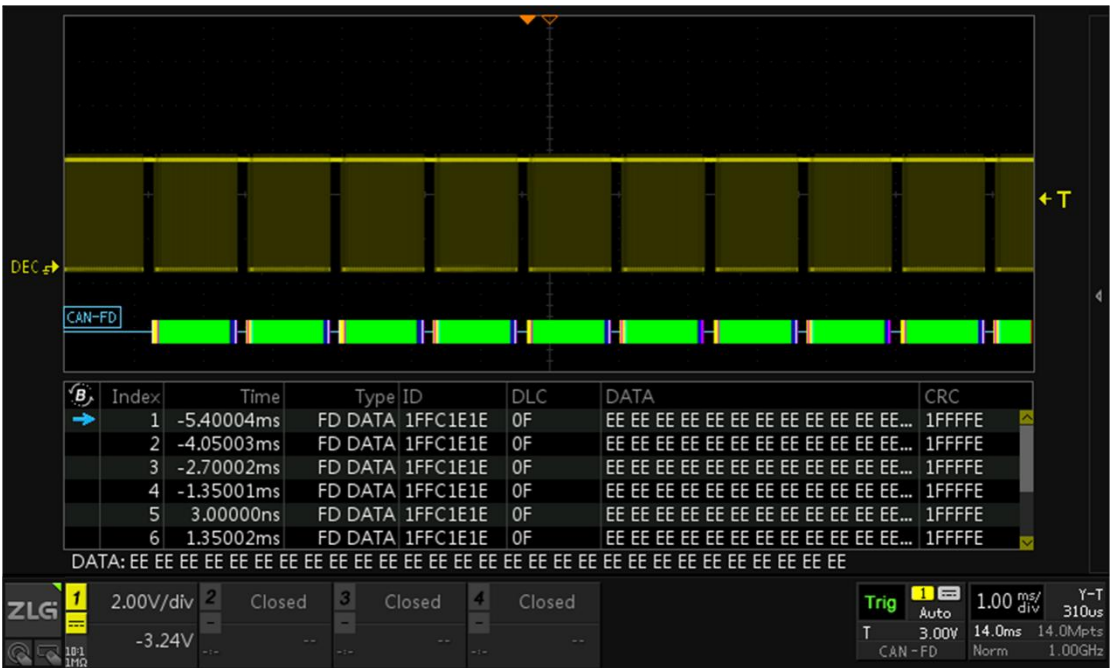

图 15-21 CAN-FD 解码效果
6、配置好协议参数后打开事件表即可查看所有的解码数据列表，如图 15-21 所示，旋转旋钮 B 可选中对应的数据帧，短按旋钮 B 可定位选中的数据帧对其进行分析。